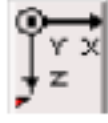

图 31
1. 用鼠标单击 Active 右边的后三个视图，取消对它们的激活，激活取消后呈灰色（见图 31）。